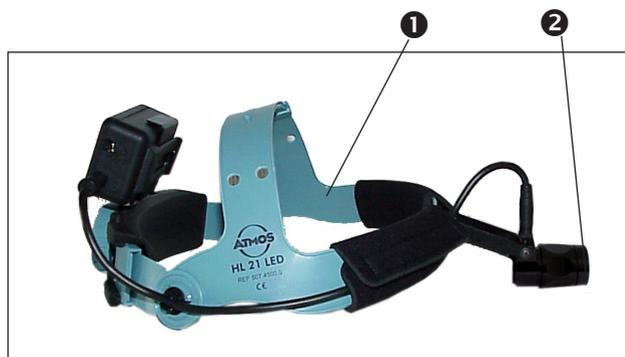

Fig. 9. Focus
- En tournant la bague de focus (❷, Fig. 9), on règle la taille du faisceau de lumière.